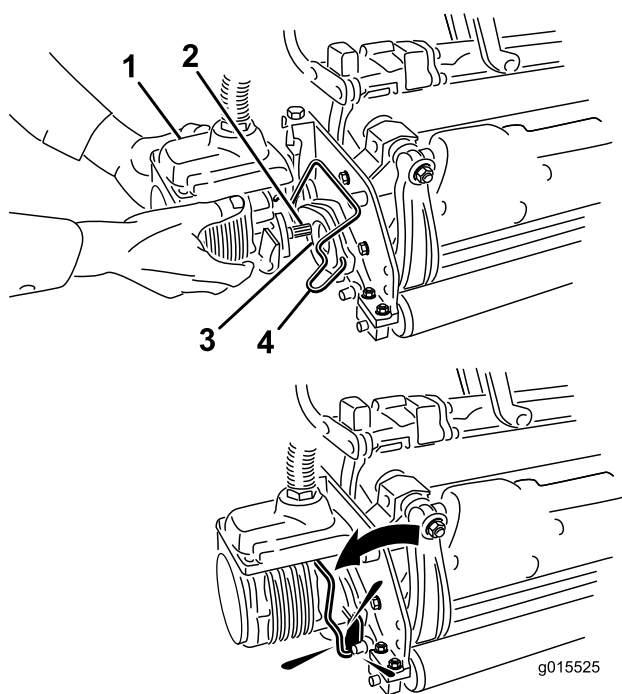

図 35
6. カッティングユニット用モータのスプライン・シャフトにきれいなグリスを塗りつける (図 35)。
7. モータを、カッティングユニットの左側 (運転席から見て) に取り付け、カッティングユニットについているモータ固定バーを、モータの上から被せるようにセットし、モータの左右から「カチッ」というロック音が聞こえるまで押し下げる (図 35)。